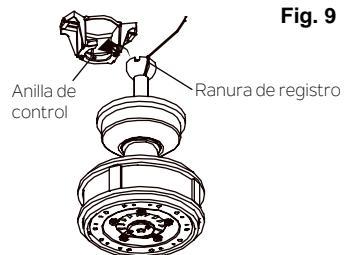

Fig. 10
Paso 6. Ahora levante el cuerpo del motor a su posición y coloque la bola de suspensión en el soporte de suspensión. Gire hasta que la " Anilla de control " haya caído en la " Ranura de registro " y se asiente firmemente. (Fig.10) Todo el cuerpo del motor no debe girar si esto se hace manera correcta.